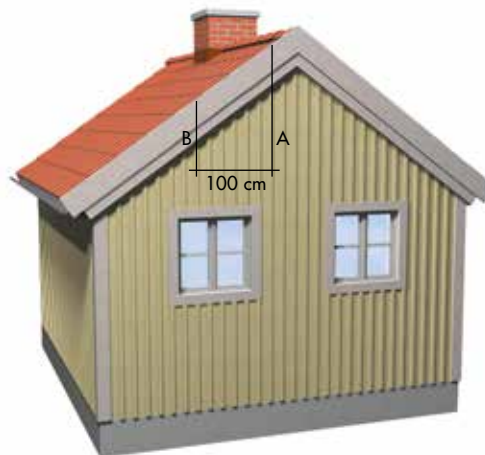

Bild 1. Mått A minus mått B ger underlag för bestämning av husets taklutning
Gör så här för att få fram takets lutning i grader: Mät ut en 100 cm vågrät sträcka på husets gavel. Mät sedan det vinkelräta avståndet i cm från sträckans ändpunkter upp till taket. Se **bild 1**. Minska det största talet (A) med det minsta (B); ex.vis $157 - 112 = 45$ cm, vilket anger hur mycket taket höjer sig per meter. Se **tabell 1** för att få fram gradtalet: $45 \text{ cm} = 24^\circ$ taklutning.